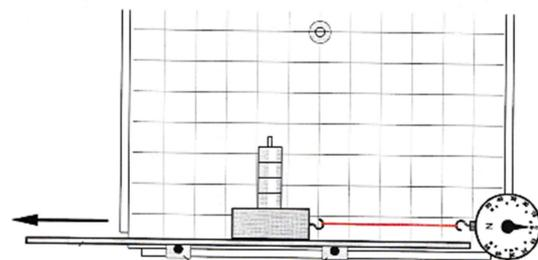

Abbildung 18: Versuchsaufbau Reibungsversuche
- TM1: Reibungsversuche (Abbildung 18):